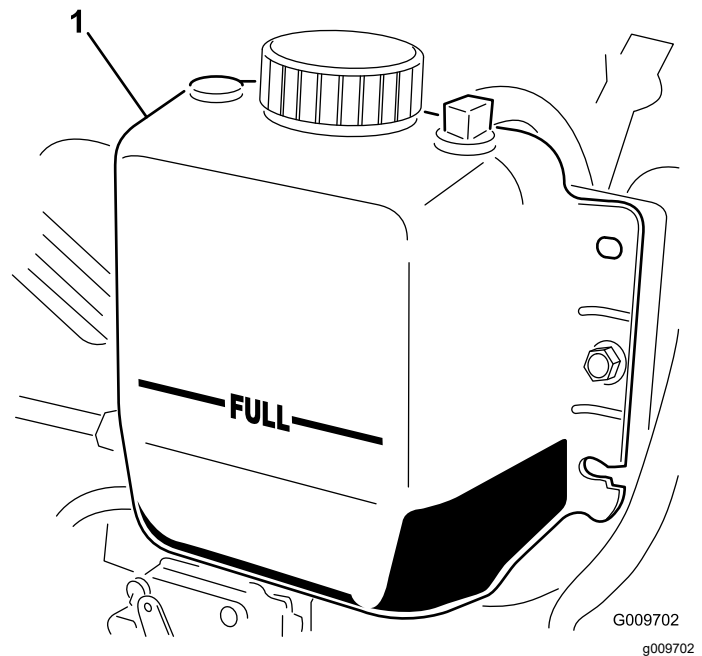

Figura 71
2. Compruebe el nivel de refrigerante del radiador. El radiador debe llenarse hasta la parte superior del cuello de llenado, y el depósito de expansión debe llenarse hasta la marca LLENO (Figura 71).